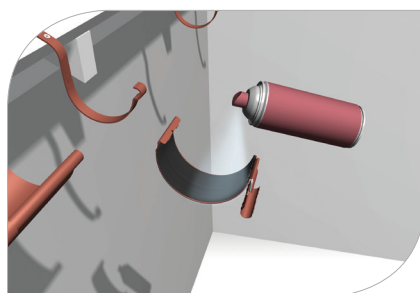

рис. 5
- 1.9 Перед монтажом системы Galeco STAL следует смазать уплотнители фасонных частей скользящим средством для лучшего прилегания уплотнителей к профилю желоба (**рис. 5**)